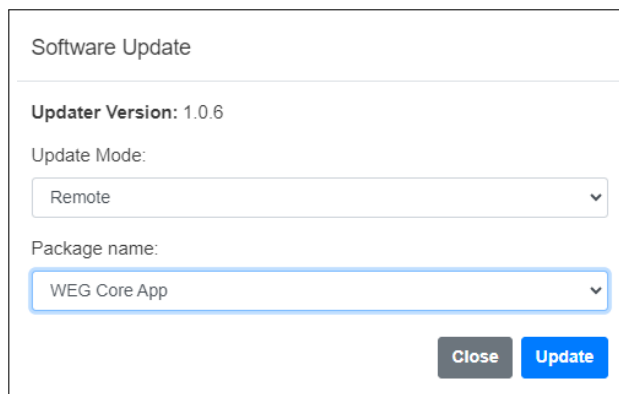

Figura 5.3: Atualização remota do WEGscan 1000
- Modo Remoto: A atualização de software em modo remoto (Figura 5.3) permite que a atualização possa ser realizada sem que o pacote de software seja previamente baixado no computador ou dispositivo móvel por onde a página web está sendo acessada. Por isso, é essencial que o WCD-ED310 esteja com acesso à internet. Com esta condição satisfeita, basta pressionar o Update para iniciar a atualização. Neste modo também é possível habilitar a opção de atualização com Factory Reset. Na janela de atualização de software também é possível verificar a versão do software de atualização do sistema.